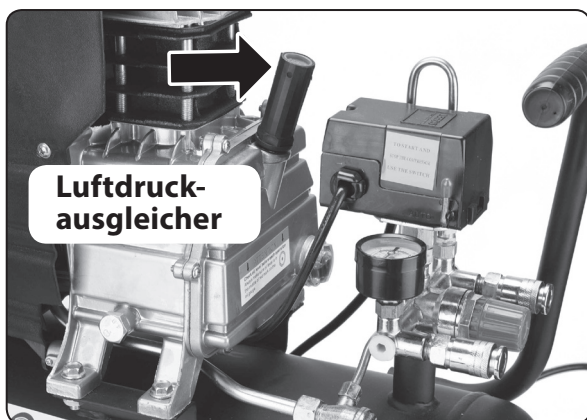

Abb. 3
3) Nach dem Befüllen mit Öl schrauben Sie in die Öffnung den Luftdruckausgleicher im Kurbelwellengehäuse und nicht den ursprünglichen Gewindestopfen, mit dem der Kompressor aus der Fertigung ausgestattet ist, siehe Abb. 3.